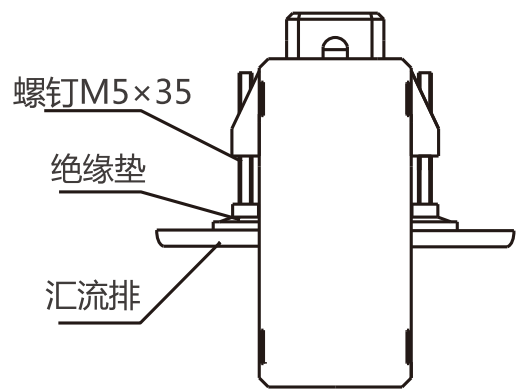

图7 母线固定
5.3 安装方法三：见图7。通过压线板和紧定螺钉将互感器夹持在汇流母排上。